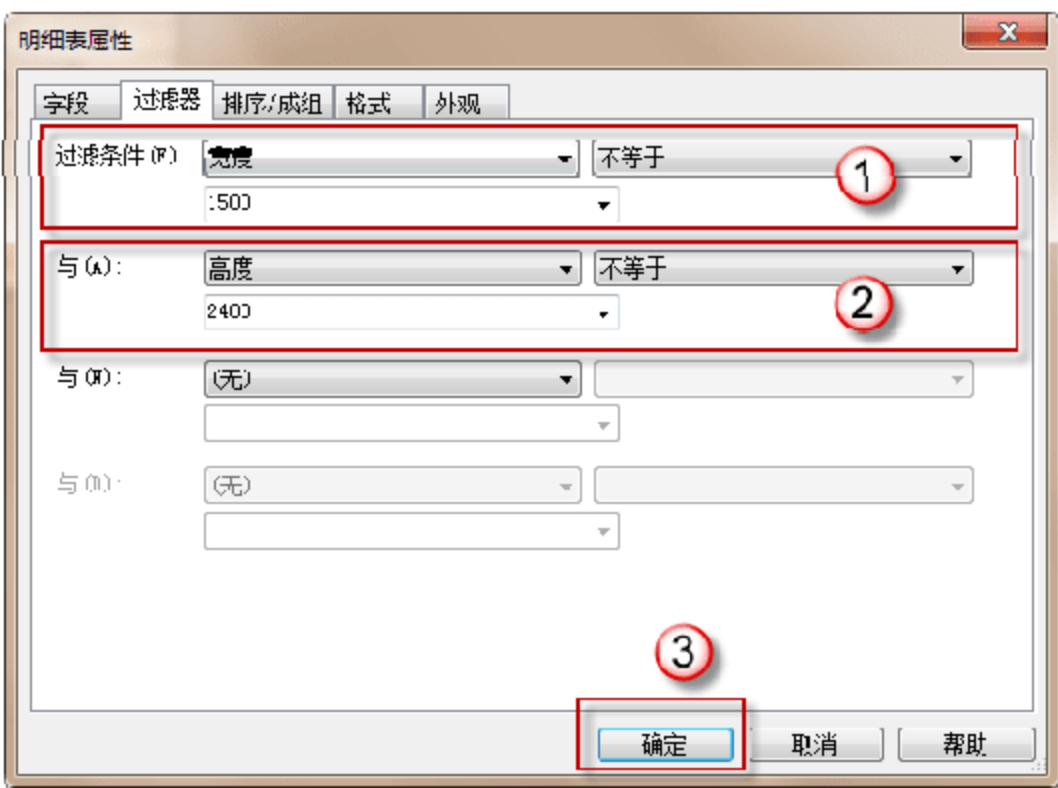

图 13.3.9 “过滤器”选项卡
(9) 设置新建明细表过滤条件。单击“属性”面板中“其他”列表中的“过滤器”按钮，在弹出的“明细表属性”对话框的“过滤器”标签中设置“过滤条件”为“宽度”、“不等于”和“1500”，同时第二组过滤条件变成可用；修改第二组“过滤条件”为“高度”、“不等于”和“2400”，即在明细表中显示所有“宽度不等于 1500 且高度不等于 2400”的图元。完成后单击“确定”按钮，返回明细表视图，如图 13.3.9 所示。
(10) 设置新建明细表格式。单击“属性”面板中“其他”列表中的“过滤器”按钮，在弹出的“明细表属性”对话框的“格式”选项卡中，“字段”列表框中列举了当前明细表